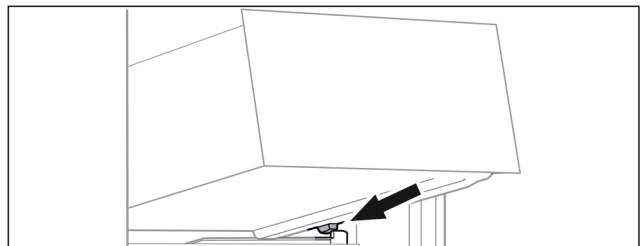

Fig. 76
- ▶ Schubfach schräg hinter den Stoppfern auf Behälterrippe aufsetzen. (siehe Fig. 76)